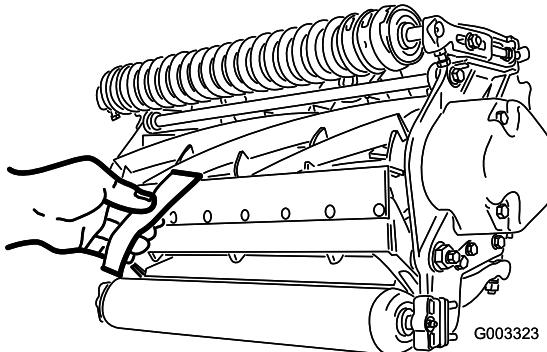

Figura 12
10. Verificate le prestazioni di taglio inserendo una lunga striscia di carta di verifica del taglio (n. cat. Toro 125-5610) tra il cilindro e la controllama, perpendicolarmente alla controllama (Figura 12). Ruotate lentamente il cilindro in avanti; questa operazione dovrebbe tagliare la carta.